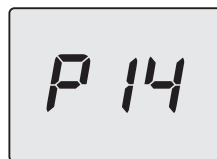

Figura 5.35
- Scorrere i vari parametri utilizzando i tasti 17 (indietro) o 19 (avanti) fino a far apparire sul display LCD le lettere **P14** che si alternano con il valore del parametro (Figura 5.35).